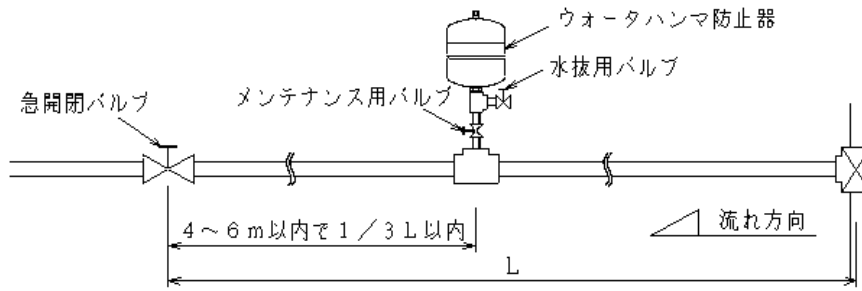
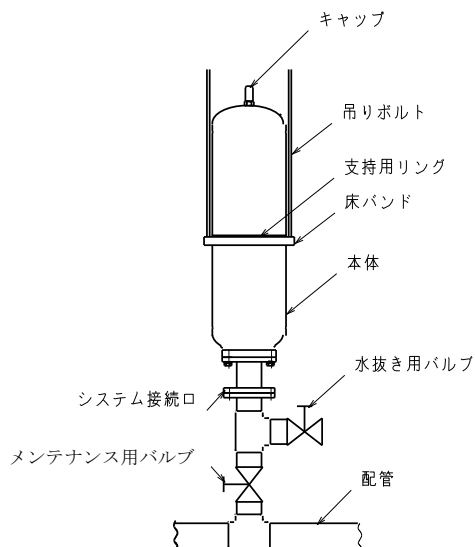
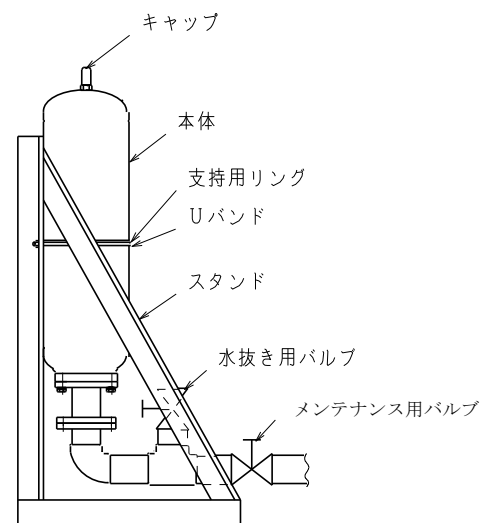

図 7-1 施工時の注意①
図 7-2 施工時の注意②
図 7-3 施工時の注意③
- ① システム配管はウォータハンマ防止器の「システム接続口」に接続してください。
- ② ウォータハンマ防止器の配管との接続は、「メンテナンス用バルブ」を介して行ってください。また、「メンテナンス用バルブ」とウォータハンマ防止器の間には、「水抜き用バルブ」を取付けてください。（図7-1 ～ 図7-3参照）
- ③ ウォータハンマ防止器は、できるだけウォータハンマ発生源（急開閉されるバルブまたは逆止弁）の上流側に直近に取付けるようにしてください。やむを得ない場合でも、ウォータハンマ発生源から4～6m以内で、かつ管長の1/3以内を取付けてください。（図7-1参照）
- ① ウォータハンマ防止器（WHシリーズ）は必ず接続口が下方で垂直になるように設置してください。（図7-2、図7-3参照）
- ② ウォータハンマ防止器（WHシリーズ）は、胴部を利用して壁に固定するか、天井から吊り下げるなどにより、重量を配管だけで支えることのないように固定してください。尚、この場合本体への直接の溶接は避けてください。本体には支持用リングが溶接固定してありますので、取付けに利用ください。